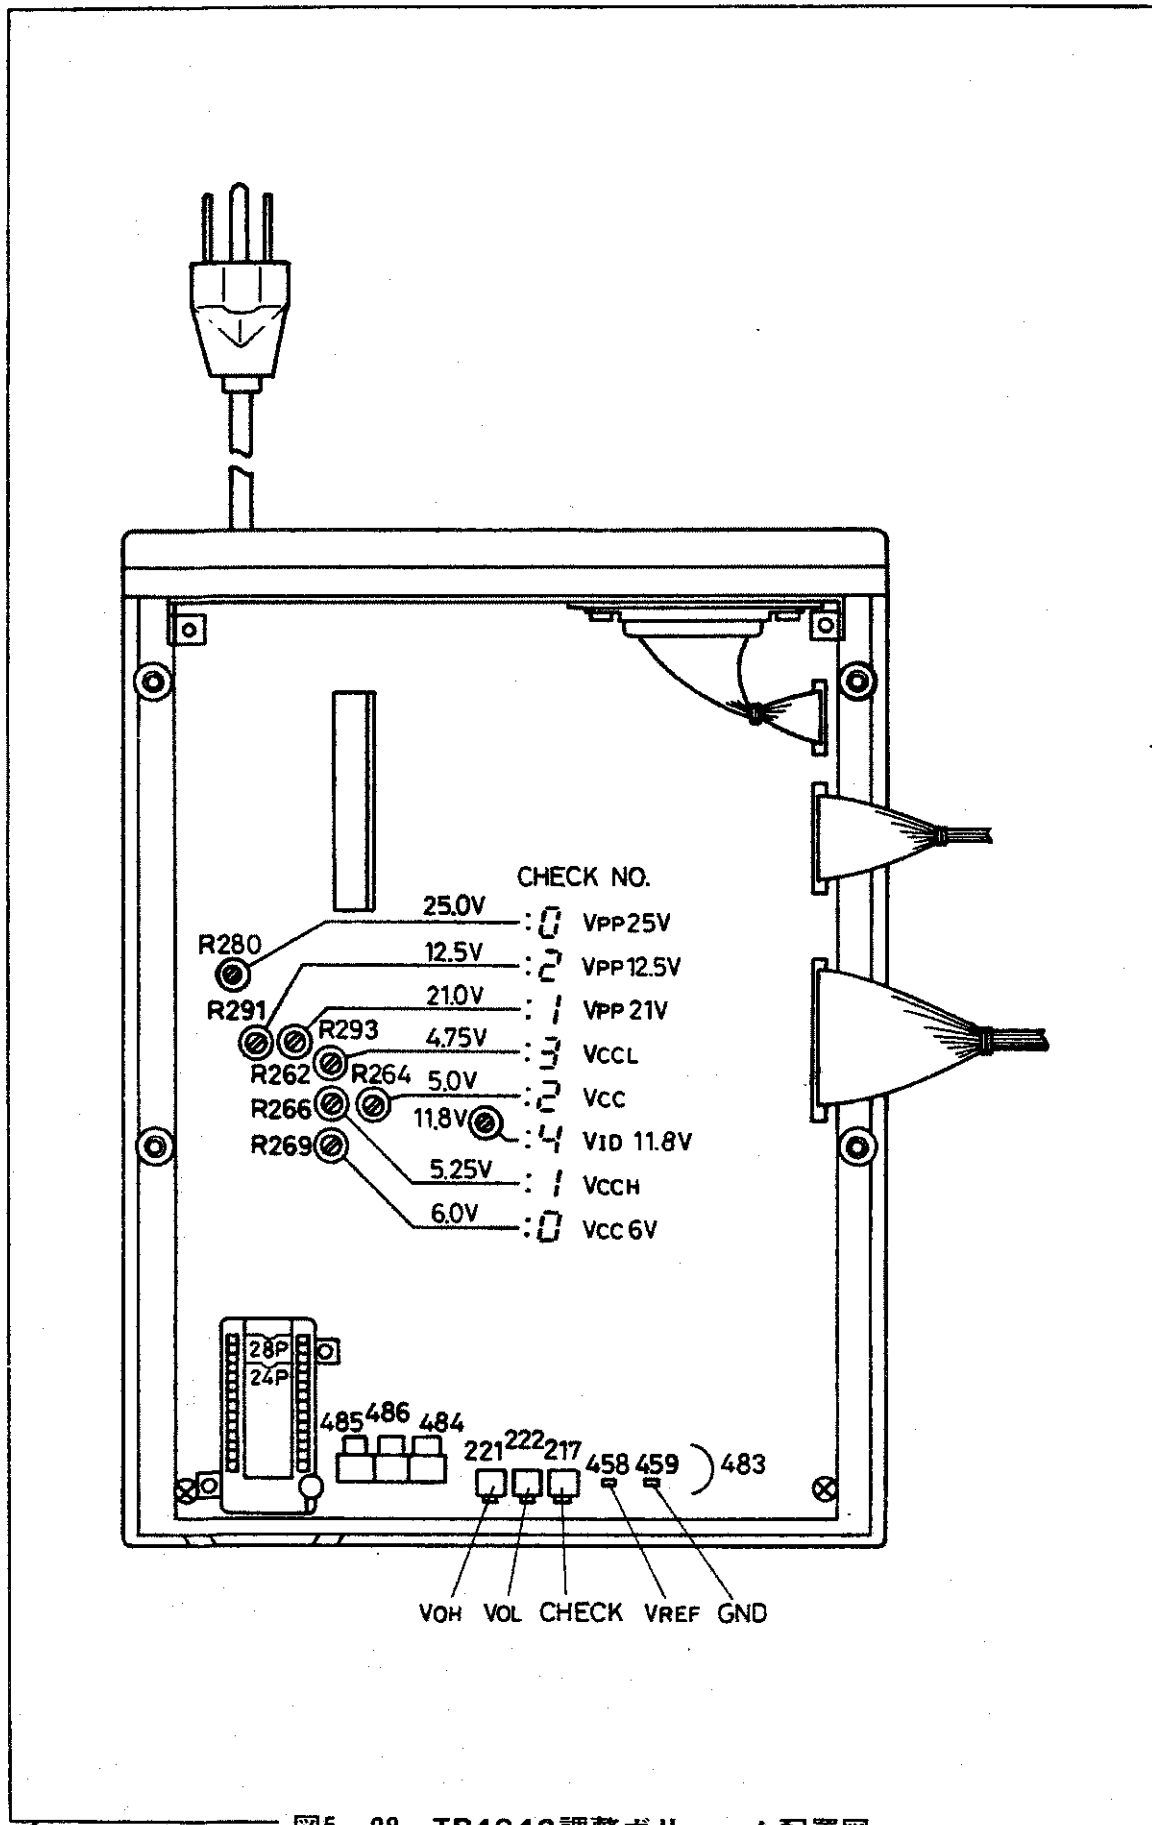

図5-28 TR4942調整ボリューム配置図
- ① 本器の **POWER** スイッチを **OFF** にして、電源ケーブルを AC コンセントからはずします。
- ② 本器の底に止めてあるねじ（4本）をドライバーではずします。はずしたねじは紛失しないように注意して下さい。
- ③ 上カバーを横から押しながら静かにはずします。
- ④ フィルタ・ハネル（表示部）を横から少しずつ押しながら、背面ハネル側を少しはずします。この時、MUPソケット側はまだはずれません。
- ⑤ フィルタ・ハネルと下カバーの間にすき間があきましたら、ボリューム・カバーを開いてフィルタ・ハネルを背面ハネルに向かって少しずつらし、前後左右に動かしながらフィルタ・ハネル前部のツメを下カバーからはずして静かに持ち上げ、〔図5-28〕のように配置します。
- ⑥ 本器内部にねじなどの金属物が落ちていないことや、フィルタ・パネルの下に金属物がないことを確認した上で、本器の電源ケーブルを AC コンセントに差し込み、**POWER** スイッチを **ON** にします。以下〔5-5.〕項にしたがって再調整を行なって下さい。
- ⑦ 再調整が終了しましたら、**POWER** スイッチを **OFF** にし、電源ケーブルを AC コンセントからはずしてフィルタ・ハネルを取り付けます。この時は、まだねじで固定しないで下さい。
- ⑧ 上カバーを横から押しながら下カバーとフィルタ・ハネルに確実に取り付けます。この時、フィルタ・ハネルを上から押えてボリューム・カバーの方向にずらしながら上カバーを取り付けます。
- ⑨ フィルタ・ハネル、上カバー、下カバーをすき間なく取り付けることができましたら、本器を逆にしてねじで固定します。